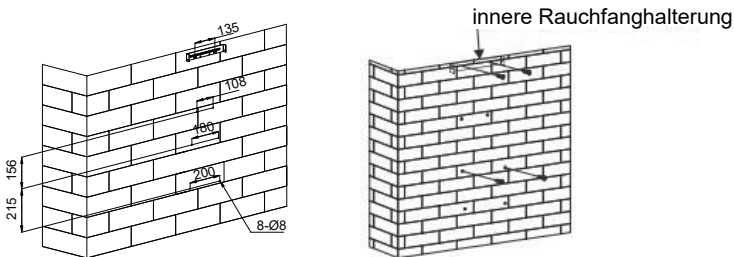

Abb. 2
3. Nachdem Sie die Montagehöhe der Dunstabzugshaube festgelegt haben, bohren Sie 8 Löcher mit einem Durchmesser von $\varnothing 8$ mm an den entsprechenden Positionen in die Wand und setzen Sie Dübel in die Bohrlöcher ein, um das Hauptgerät und die innere Halterung des Rauchfangs zu befestigen. Die fixierte Position der inneren Halterung des Rauchfangs ist die höchste Stelle des Rauchfangs. Siehe Abb. 2.
4. Nachdem Sie die Montagehöhe überprüft haben, drehen Sie 2 Stück ST4 $\times$ 30 mm Schrauben in die Dübel ein. Befestigen Sie anschließend die innere Halterung des Rauchfangs mit 2 Stück ST4 $\times$ 40 mm Schrauben. Achten Sie darauf, dass das Hauptgerät waagerecht ausgerichtet bleibt. Siehe Abb. 2.